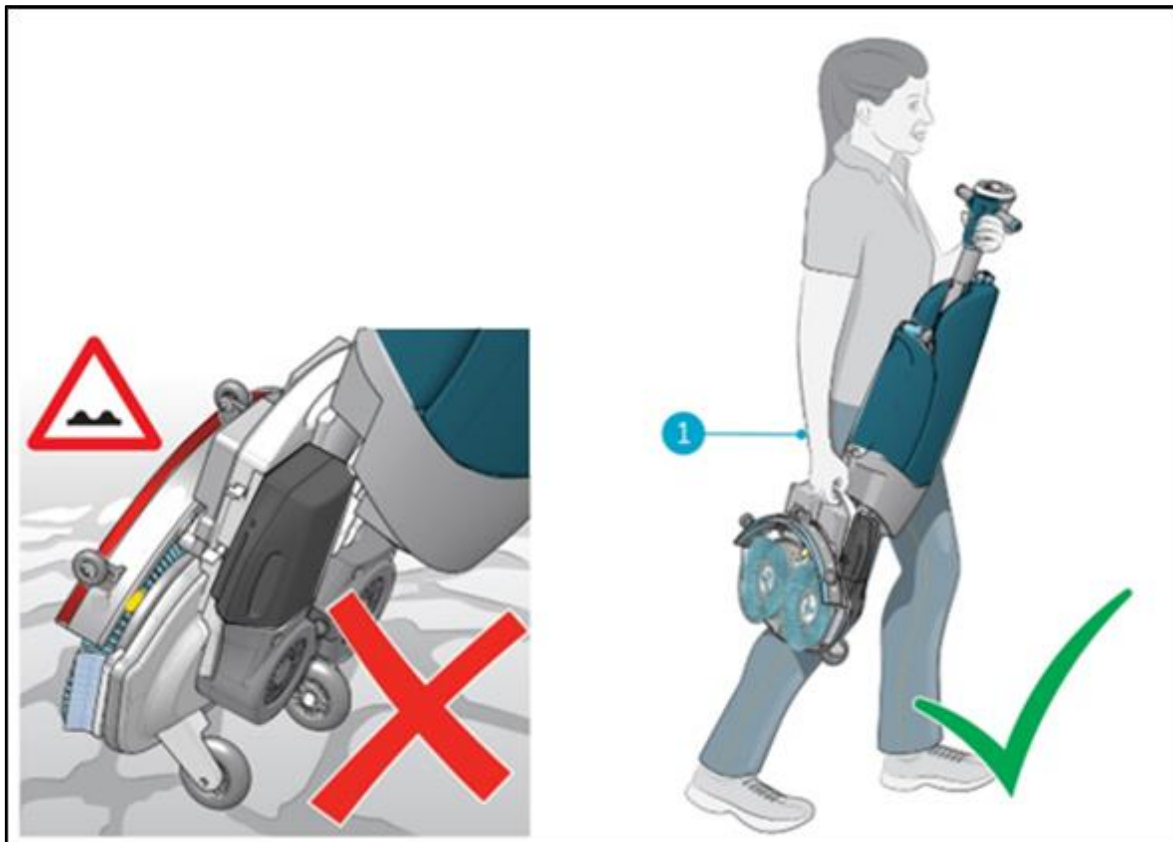

Figure 7
2. Portez l'i-mop® XXL d'une main tout en tenant la poignée (Figure 7, pos. 1) avec votre autre main.